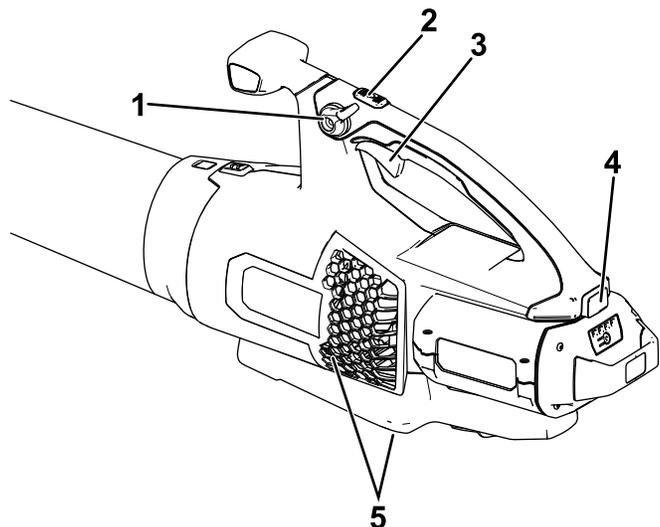

Figure 4
4. Pour mettre le souffleur en marche, serrez la gâchette de vitesse variable (Figure 4).
Remarque: Enclenchez le blocage de vitesse pour laisser la machine tourner sans avoir à appuyer sur la gâchette de vitesse variable (Figure 4).
Pour obtenir des performances optimales (débit d'air), appuyez à fond sur la gâchette de vitesse variable et maintenez le bouton Turbo Boost enfoncé pendant la durée souhaitée (Figure 4).
Pour régler le débit du souffleur en marche, serrez la gâchette de vitesse variable (Figure 4).
Pour maintenir le débit d'air actuel, engagez le blocage de vitesse (Figure 4).
Pour arrêter le souffleur, déverrouillez le blocage de vitesse (le cas échéant) et relâchez la gâchette de vitesse variable (Figure 4).